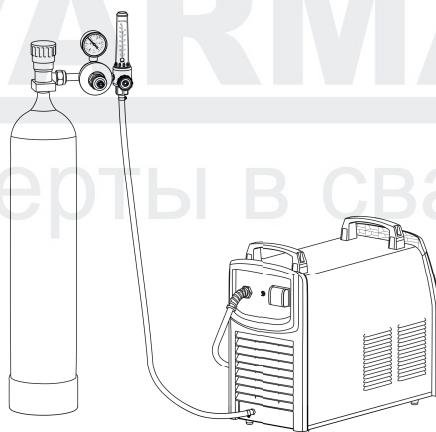

Рисунок 8.4. Подключение защитного газа.
2. Подсоедините газовый шланг к газовому разъему аппарата (п. 3, рис. 6.2) и к газовому редуктору, присоединенному к баллону. При подключении баллон и редуктор должны быть закрыты. Система газоснабжения, состоящая из газового баллона, редуктора и газового шланга, должна иметь плотные соединения (используйте винтовые хомуты), чтобы обеспечить надежную подачу газа и защиту сварочного шва (см. рис. 8.4).